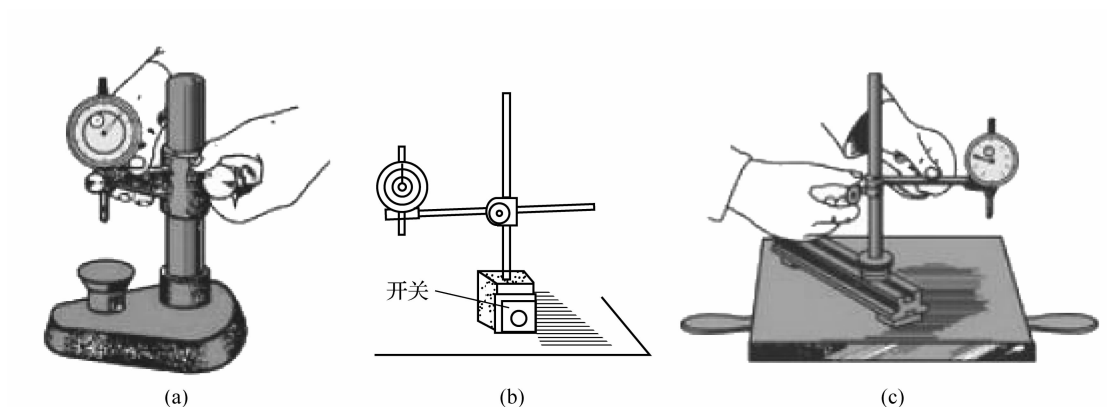

图 1-36 百分表表架
(1)百分表的使用。百分表常装在表架上使用,如图 1-36 所示。